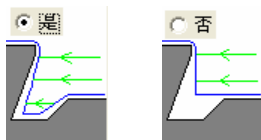

图 3-16 详细干涉检查
(3) 拐角过渡方式
(4) 反向走刀
(5) 详细干涉检查 (图 3-16)